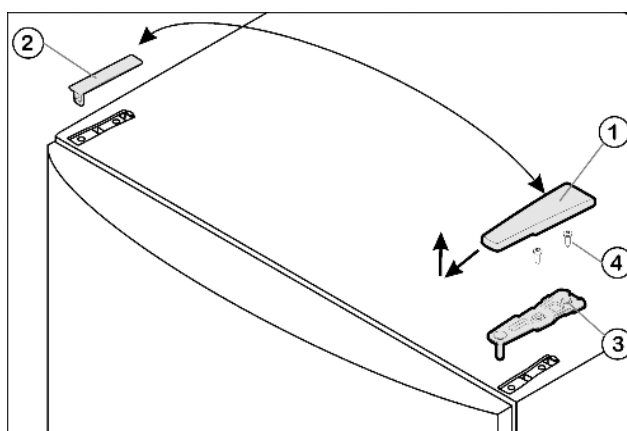

Fig. 4
- ▶ Потяните крышку Fig. 4 (1) вперед и вверх.
- ▶ Снимите крышку Fig. 4 (2).
- ▶ Открутите верхний опорный кронштейн *Fig. 4 (3)* (2 шт. Torx® 25) *Fig. 4 (4)* и вытяните вверх.
- ▶ Установите верхний опорный кронштейн Fig. 4 (3) на новой стороне шарнира и защелкните в дверце.
- ▶ Привинтите верхний опорный кронштейн (**с моментом 4 Нм**) (2 шт. Torx® 25) Fig. 4 (4). При необходимости проделайте отверстия или используйте аккумуляторную отвертку.
- ▶ Наденьте и защелкните крышку Fig. 4 (1) и крышку Fig. 4 (2) на противоположной стороне снаружи.